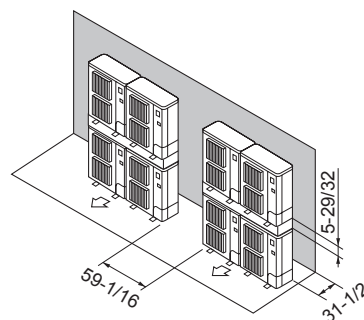

Fig. 2-18
- ⑦ Disposición de unidad apilada (Fig. 2-18)